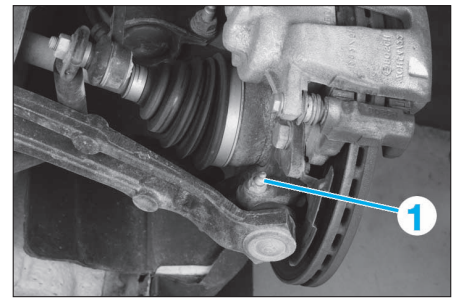

FIG. 13
- Déposer la vis (1) (Fig.13), puis déloger le triangle du pivot.